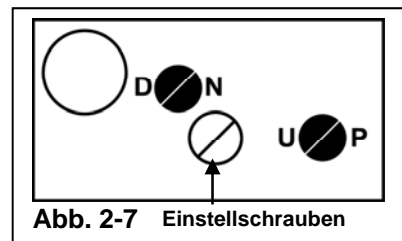

Abb. 2-7 Einstellschrauben
- Phase 1. Drehen Sie die Einstellschraube gegen den Uhrzeigersinn (siehe Abbildung 2-7) bis sie stoppt (nicht mit Gewalt) und drehen Sie sie wieder eine ½ Umdrehung in die entgegengesetzte Richtung.